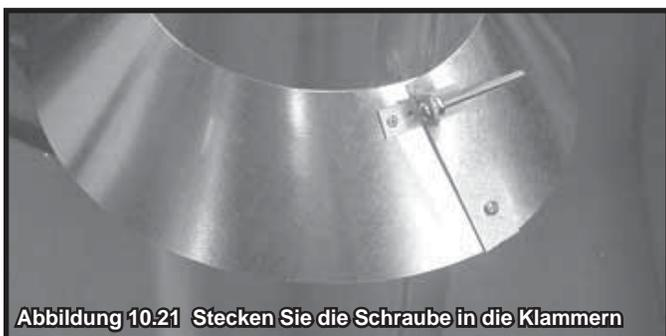

Abbildung 10.21 Stecken Sie die Schraube in die Klammern
- Schieben Sie den zusammengesetzten Sturmkragen das Rohrstück hinunter, bis es auf dem Abdeckblech des Daches ruht. Siehe Abbildung 10.21.
- Mit Dichtungsmasse um die Spitze des Sturmkragens herum abdichten. Siehe Abbildung 10.21